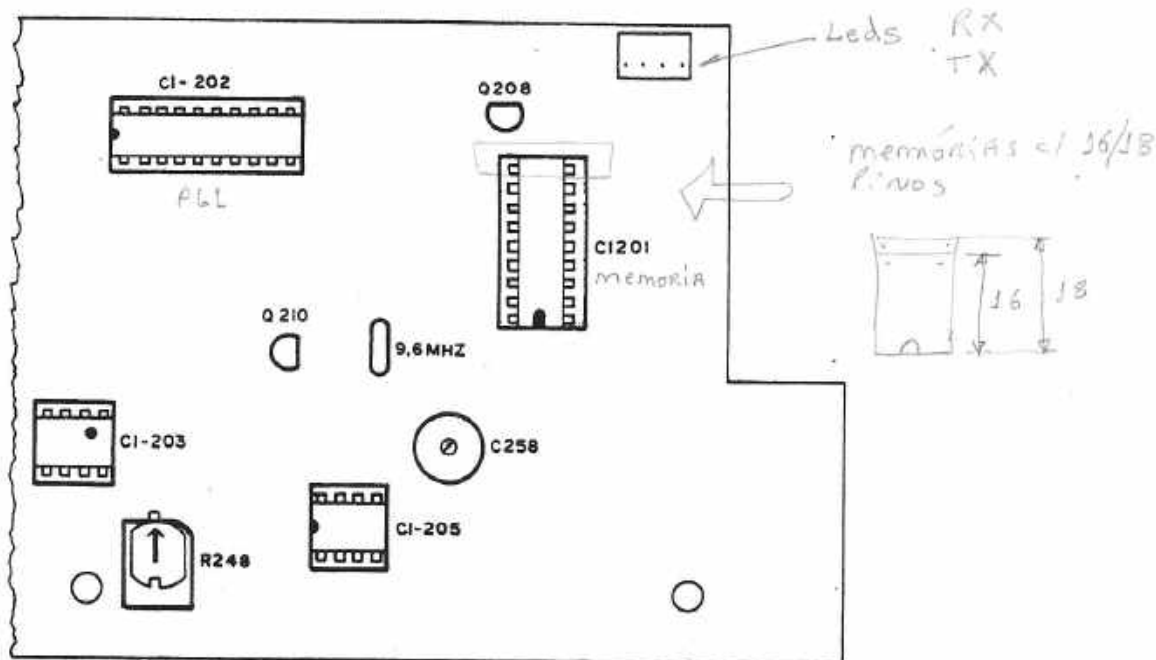
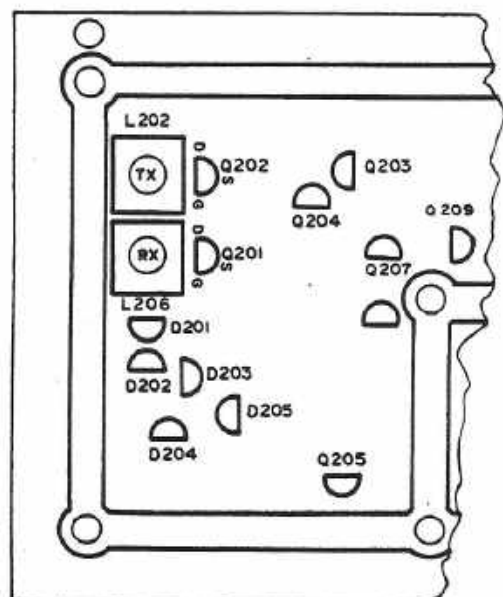

FIG. 4
FIG. 5
-Conectar o voltímetro digital ao pino 6 da CI 203 (vide fig.4) e ajustar através de L 202 (vide fig.5) o valor de tensão de correção do VCO para um valor intermediário entre 2 e 6